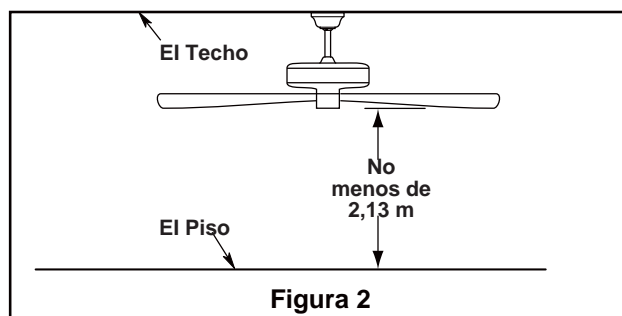

Figura 2
Uso de perfil profundo (Figura 2)
- 2** Retire el clip de horquilla y pasador de horquilla de la parte inferior de la bola para colgar. Retener el pasador y clip para la reinstalación en el paso 4. (Figura 2)
Debe colgar el ventilador a una distancia mínima de 2,13 m desde las aspas hasta el piso. (Figura 2)
1. Conecte el conductor verde con conexión a tierra de la bola para colgar y el conductor verde con conexión a tierra de la abrazadera para colgar al conductor de suministro con conexión a tierra (posiblemente un conductor desnudo o un cable con aislante verde). Conecte los cables a los conectores provistos de forma segura. Conecte el conductor blanco. (Figura 2)
2. provistos de forma segura. Conecte el conductor blanco del motor del ventilador al conductor blanco (neutro) mediante el conector provisto de forma segura. Conecte el conductor negro del motor del ventilador y el conector azul al conductor negro mediante el conector provisto de forma segura. (Figura 2)
2. Coloque y ajuste firmemente la cubierta para el tornillo de la base sobre los tornillos de reborde de la abrazadera para colgar mediante el mecanismo de seguro por giro del chavetero. (Figura 2)
2. Coloque el aspa sobre el soporte de aspas con los pilotes roscados a la vista. Asegúrese de que la parte inferior del aspa se encuentre bien apoyada sobre el soporte. Con un destornillador Phillips, fije los tornillos de cabeza de 3/16"-24 con arandela de fibra para asegurar la placa en el brazo de sujeción de las palas. (Figura 2)
2. Extraiga uno de los tres tornillos del soporte colgant. Afloje ligeramente los dos tornillos restantes. Instale la cubierta del adaptador en el soporte de la cubierta usando las dos ranuras claves de la cubierta del adaptador del interruptor. Vuelva a colocar el tercer tornillo y fije los tres tornillos adecuadamente. (Figura 2)
2. Instale los acoplador de la cadena del tirador del ventilador y acoplador de la cadena del tirador del kit de iluminación. (Figura 2)